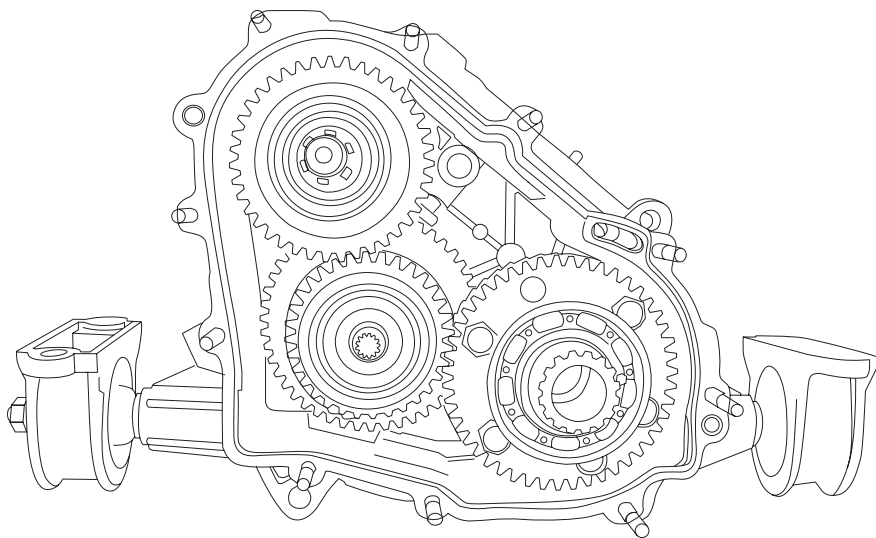

Рис. 6
- ❗ **ВНИМАНИЕ:** Ведущий, промежуточный валы и дифференциал раздаточной коробки в сборе с шестерней устанавливаются в картер раздаточной коробки одновременно (Рис. 6).